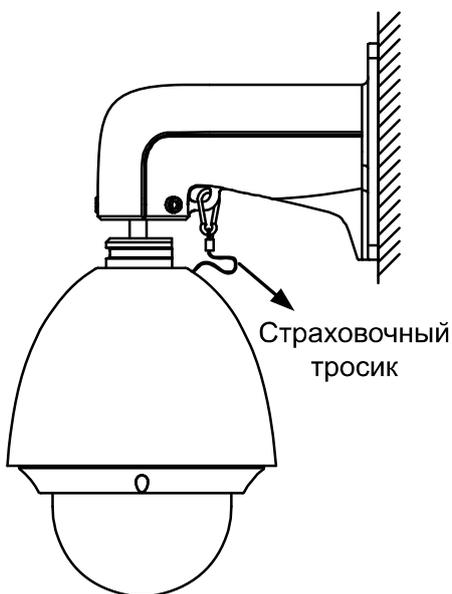

Рис. 1.4. Крепление страховочного тросика
1. Закрепите страховочный тросик одним концом на видеокамере, а другим концом на кронштейне, как это показано на Рис. 1.4.